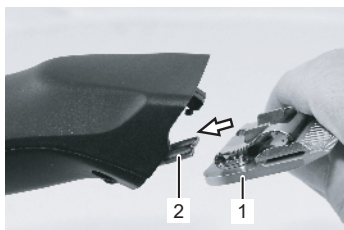

図 17
6. 好みのバリカンヘッドをブレードヒンジにはめ込みバリカンへ軽く押し付けます (図17、18、19)。